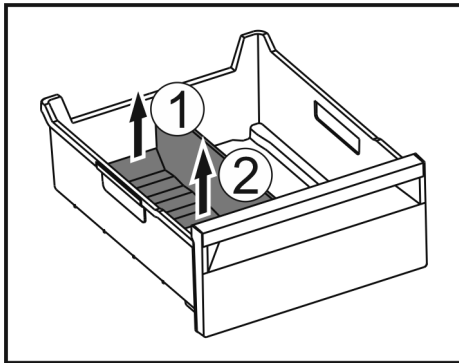

Fig. 147
- Sollevare la parte posteriore del divisore dello scomparto del ghiaccio. Fig. 147 (1)
- Rimuovere il divisore dello scomparto del ghiaccio verso l'alto. Fig. 147 (2)